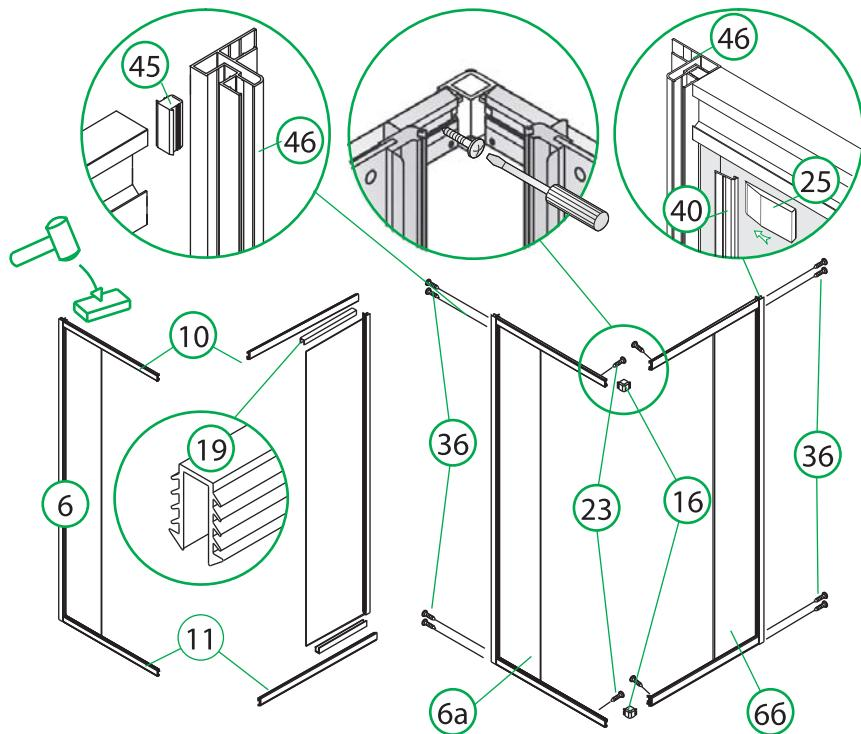

Рис. 8 / 8-сур.
3. Соберите передние неподвижные стеклянные панели и верхние и нижние алюминиевые профиля как указано на (рис. 8).